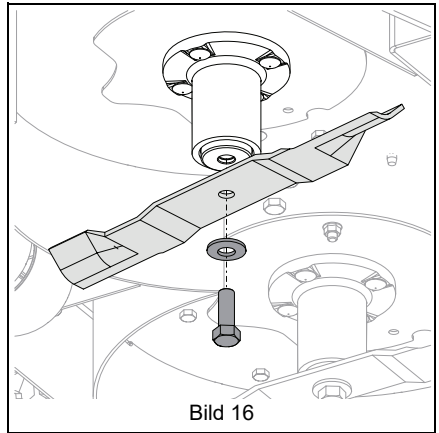

Bild 16
3. Skruva bort skruvarna som fäster bladen på spindlarna och ta bort bladen. Spara delarna för återmontering. Se Bild 16.
Se Bild 16.